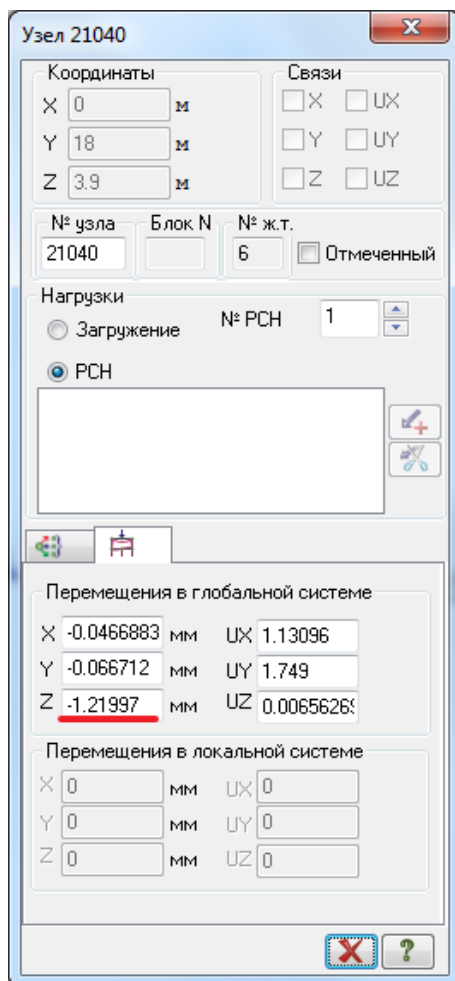

Рис. 20.4. К определению узловых перемещений
- Щелкните по кнопке  – **Информация об узле или элементе** на панели инструментов **Панель выбора** и укажите курсором на узел левой опоры балки. В открывшемся окне (Рис. 20.4) **Узел № 21040** в строке **Перемещения в глобальной системе** найдем перемещение по **Z = 1,22 мм** (рис. 20.4).